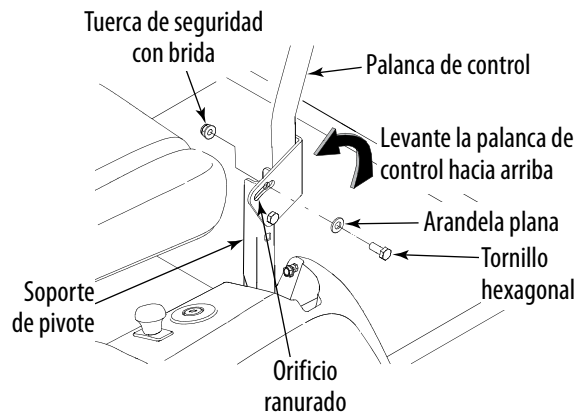

Figura 3-3
2. Levante y gire esa palanca de control hacia arriba hasta que el orificio ranurado del soporte de la palanca se alinee con uno de los orificios del soporte de pivote. Vea la Figura 3-3.
3. Deslice la arandela plana hacia el tornillo hexagonal. Desde afuera, inserte el tornillo hexagonal con arandela a través de la ranura de la palanca de control y el orificio del soporte de pivote. Fije con la tuerca de seguridad con brida. Vea la Figura 3-3.